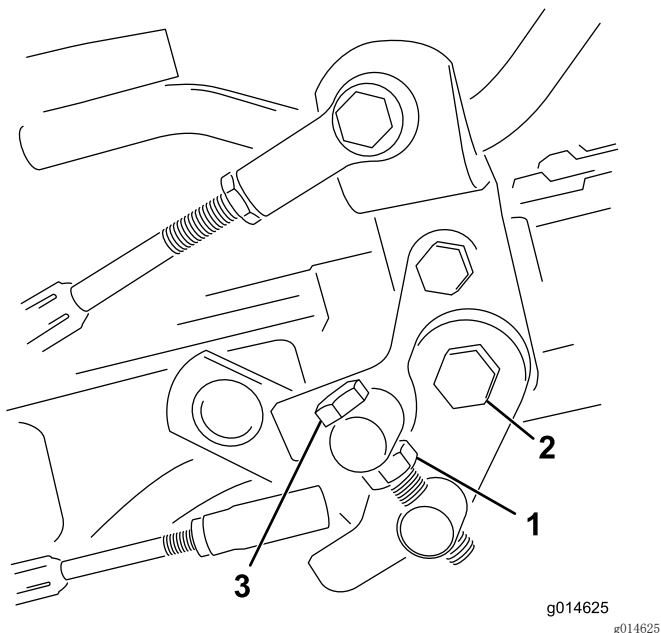

图55
1. 松开枢轴螺栓上的锁紧螺母（图55）。
4. 上紧枢轴螺栓上的锁紧螺母和踏板枢轴上的螺母，锁定调整（图55）。检查调整情况、并按需要调整。